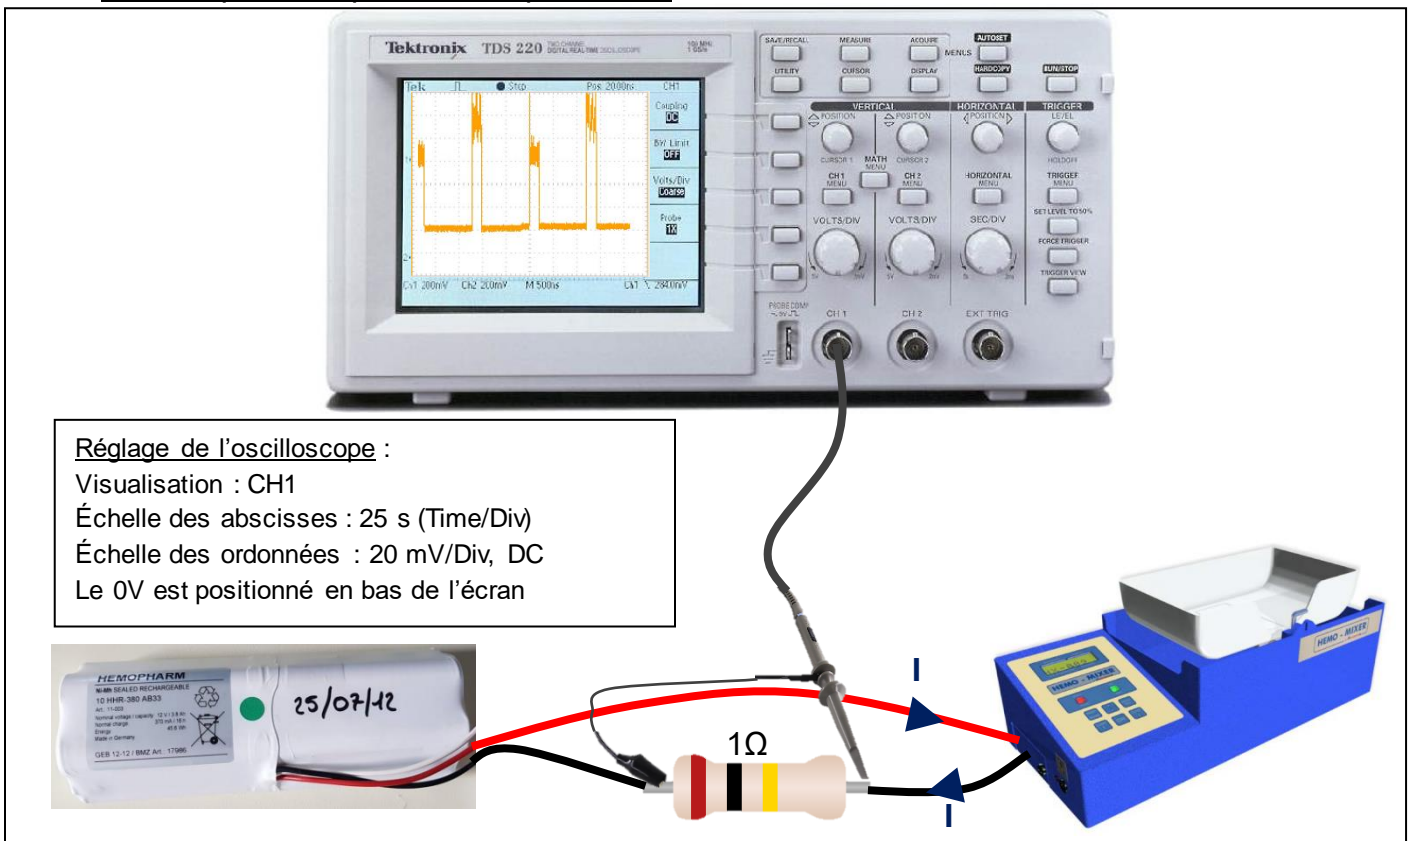

Figure 3 : Protocole expérimental
- **effectuer** les réglages de l'oscilloscope comme indiqué figure 3.
- **raccorder** la sonde sur l'entrée CH1 de l'oscilloscope et aux bornes de la résistance comme indiqué Figure 3.
- **arrêter** l'acquisition du signal en appuyant sur la touche « Run/Stop » lorsque le signal affiché par l'oscilloscope est similaire à celui de la Figure 3.